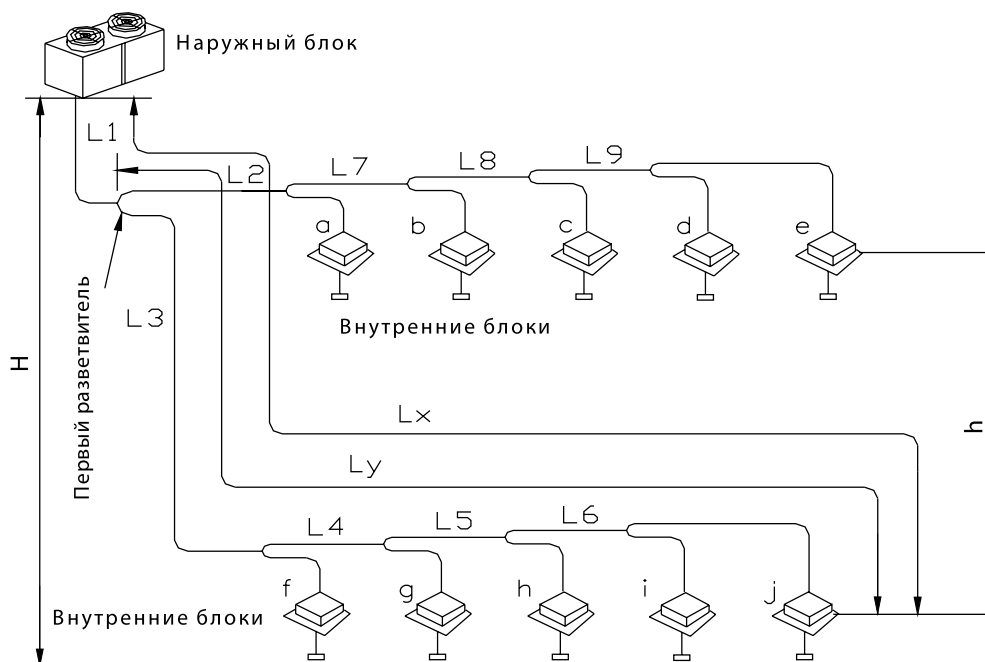

Рис. 6.1
6.1 Схема гидравлической трассы системы приведена на рис. 6.1. Параметры трассы в соответствии с таблицей 6.1.